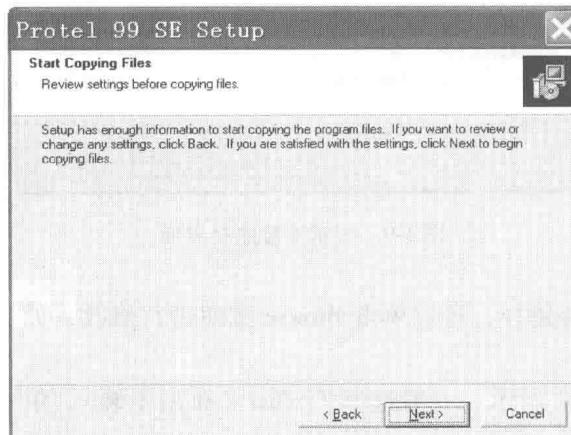

图 1-13 完成设置
6) 设置完成，单击 Next 按钮将开始安装，如图 1-13 所示。如果需要更改设置，则可以单击 Back 按钮回到上一步骤进行修改。